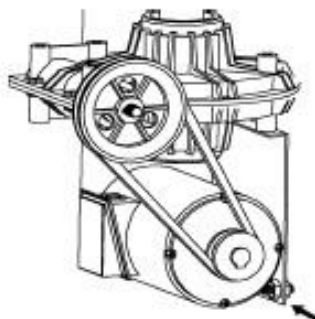

Figure 21
- Serrez les vis de tension de la courroie (figure 21 ci-dessous).